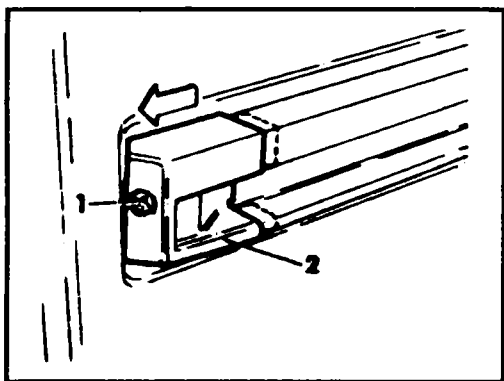

Рис. 10.31 Упор ползуна сдвижной двери
◆ Отверните винт (1, см. рис. 10.31) и снимите с боковой направляющей снаружи на кузове упор (2).